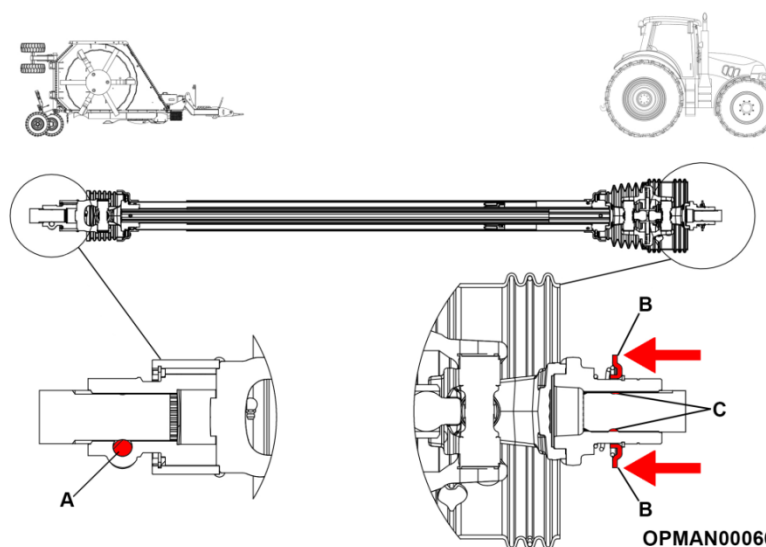

Abbildung 4.10 - Multicut Eingangswelle montieren und demontieren
- 4.5.1.2 Montieren Sie die Eingangszapfwelle auf das Verteilergetriebe, wobei der Schlitz in der Verteilergetriebewelle am Kegelstift der Eingangswelle auszurichten ist; siehe Abbildung 4.10 (A). Ersetzen Sie den entfernten Kegelstift, die Unterlegscheibe und die Mutter und ziehen Sie mit einem Drehmoment von 230 Nm fest.
- 4.5.1.3 Ziehen Sie den Gabelring der Eingangswelle nach hinten und richten Sie die Nuten und Verzahnungen mit denen der Abtriebszapfwelle der Zugmaschine aus; siehe Abbildung 4.10 (B).
- 4.5.1.4 Schieben Sie das Antriebsgabel auf die Abtriebszapfwelle der Zugmaschine, lösen Sie den Sicherungsring und positionieren Sie die Antriebswellengabel so, dass die Schließringe auf der Abtriebszapfwelle der Zugmaschine sitzen; siehe Abbildung 4.10 (C).
- 4.5.1.6 Ziehen Sie den Eingangswellengabelring nach hinten und ziehen Sie die Welle von der Abtriebsverzahnung der Zugmaschine zurück, siehe Abbildung 4.10 (B).